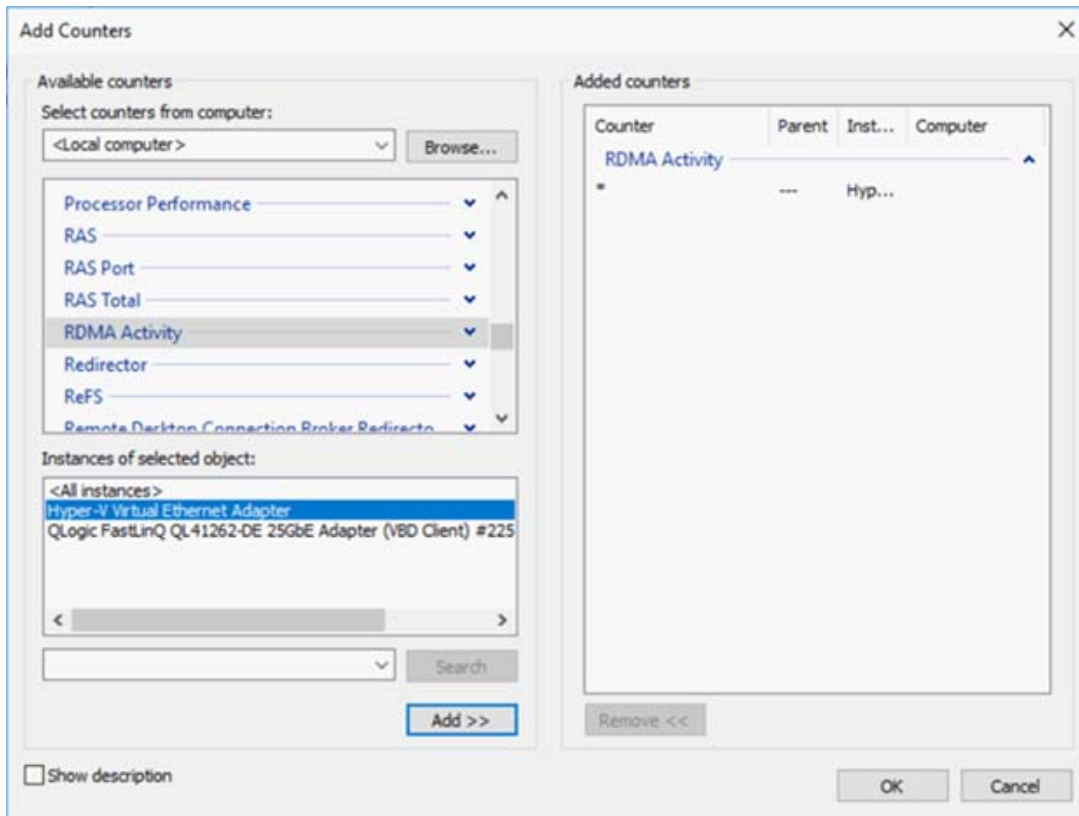

Abbildung 9-5. Zähler hinzufügen – Dialogfeld
2. Führen Sie im Dialogfeld „Add Counters“ (Zähler hinzufügen) (Abbildung 9-5) die folgenden Schritte aus: